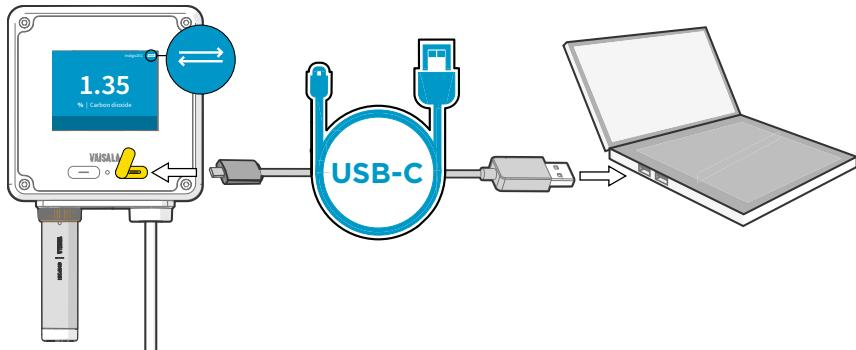

Figura 13 Conexión del transmisor Indigo200 al software para PC Insight con cable USB-C
5. En los modelos de transmisor con pantalla, el ícono de conexión USB (consulte Figura 13 \(página 29\)) aparece en la esquina superior derecha de la pantalla del transmisor cuando la conexión del cable USB está activa.